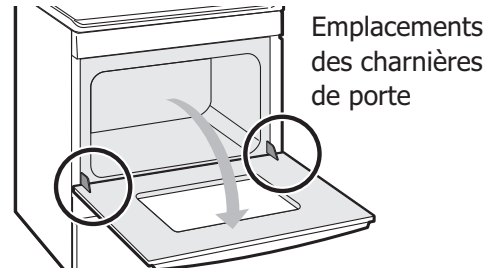

Figure 22 : Emplacement des charnières de porte
1. Ouvrir complètement la porte du four, parallèle au plancher (voir Figure 22).
3. Ouvrir complètement la porte du four, parallèle au plancher (voir Figure 22).